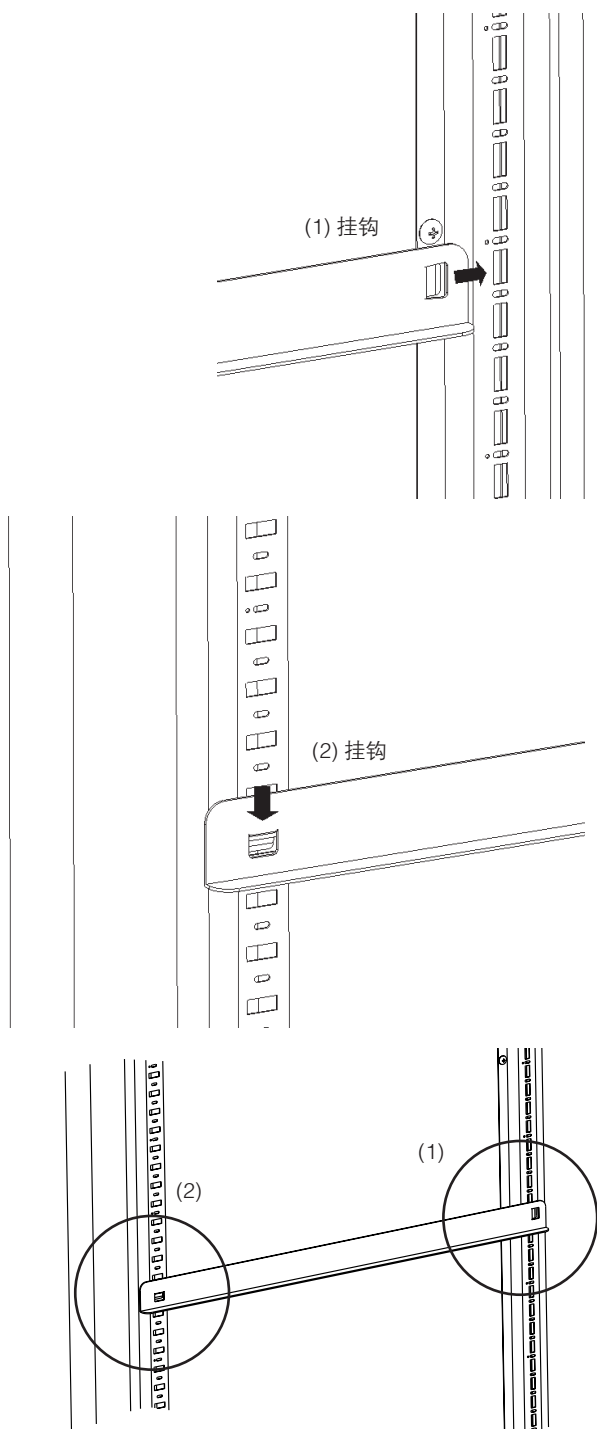

图 9
* 若要安装导轨，(1)请将导轨挂钩向后推入后层板立柱上的方孔，(2)然后将导轨挂钩向下推入前层板立柱上的方孔。若要拆下导轨，请按照与上述相反的步骤操作。详见图9。